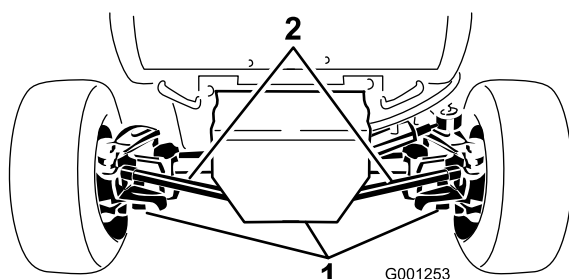

図 54
2. ドレン・プラグ (図 54 ; 左右端に 1 個と中央に 1 個、全部で3個ある) の周辺をきれいに拭く。